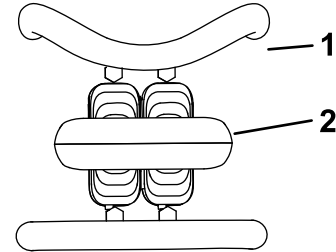

Bild 5
- Lassen Sie den Fahrtriebshebel los, um die Maschine anzuhalten (**Bild 5**).